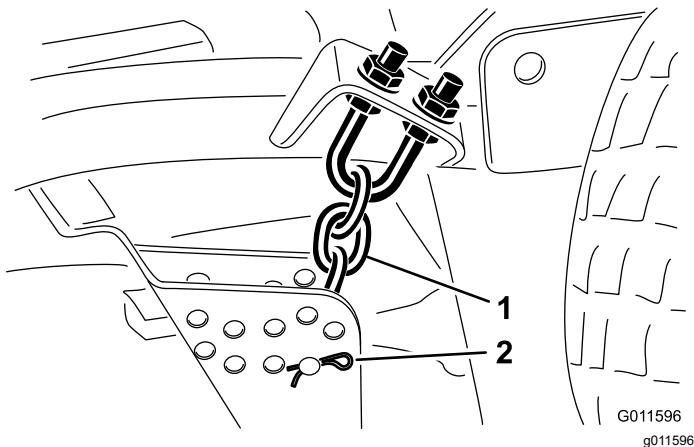

Figura 22
9. Retire la chaveta y el pasador que fijan las cadenas de ajuste de la altura de corte a la parte trasera de la unidad de corte (Figura 22).